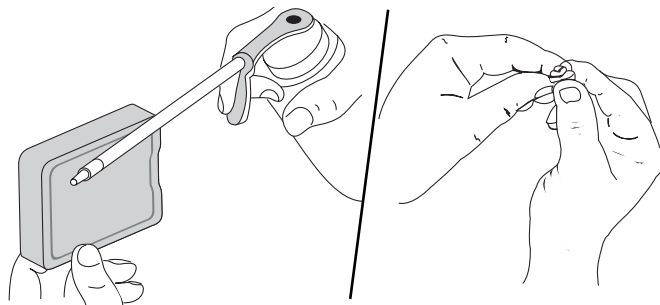

Fig. 21
4. Appliquez une quantité suffisante d'huile moteur propre SAE 30 pour enduire légèrement le filtre (Fig. 21).
5. Pressez le filtre pour répartir et drainer l'excédent d'huile (Fig. 21).